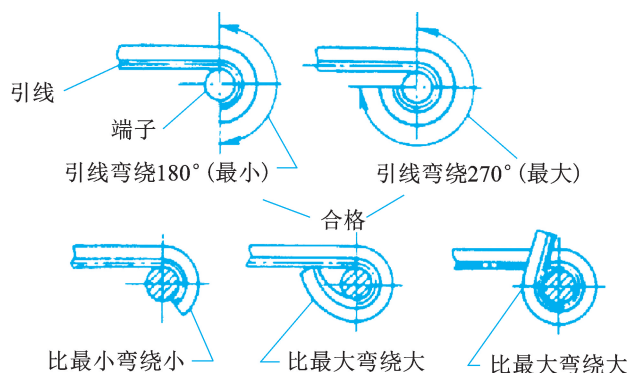

图 1-2-36 绕焊
(1)绕焊。把导线端头用尖嘴钳或镊子卷绕在接线端子上,然后进行焊接的方法称为绕焊,导线的卷绕角度应不小于 180° ,但不应大于 270° ,如图1-2-36所示。该方法适用于圆矩形的端子。